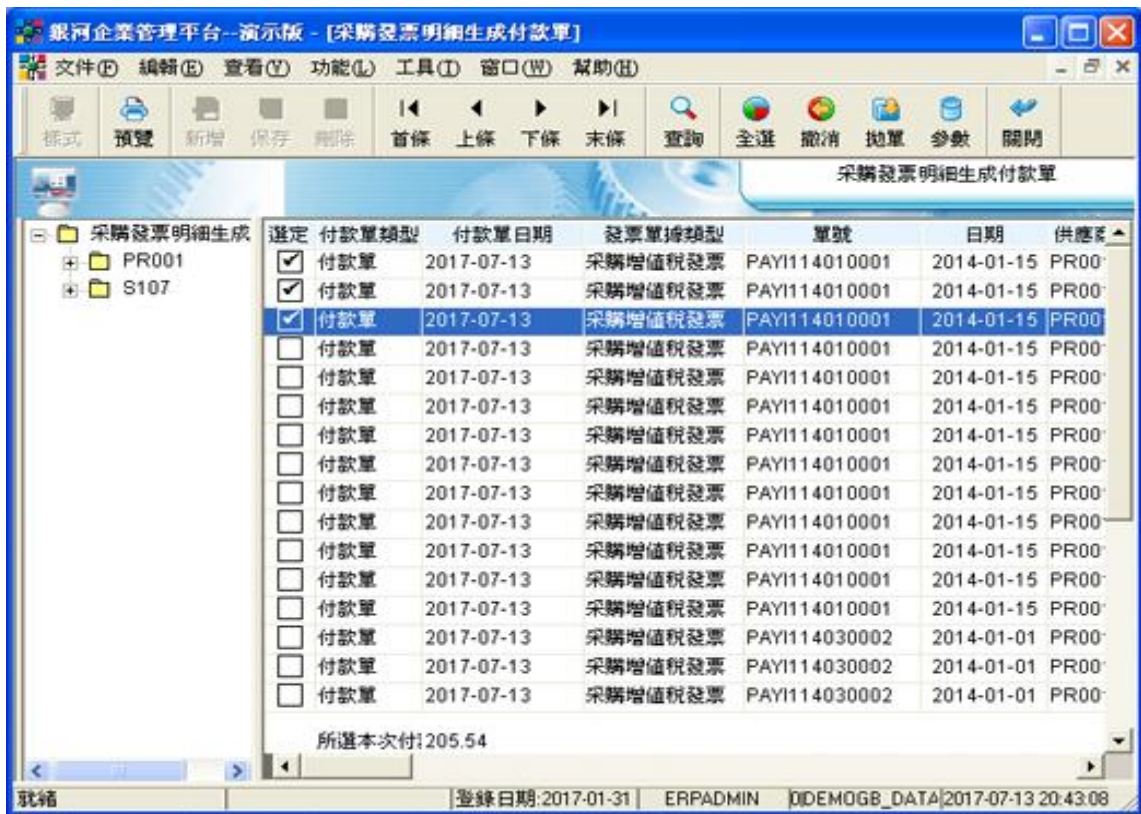

图 8
登录系统后，在左边的树型图中，找到“应付管理/应付帐款生成/采购订单生成应付帐款”后双击它，进入“采购订单生成应付帐款”窗口（见图 8），此文件柜将采购订单生成应付帐款结帐单据
**栏位说明 (图 8)**